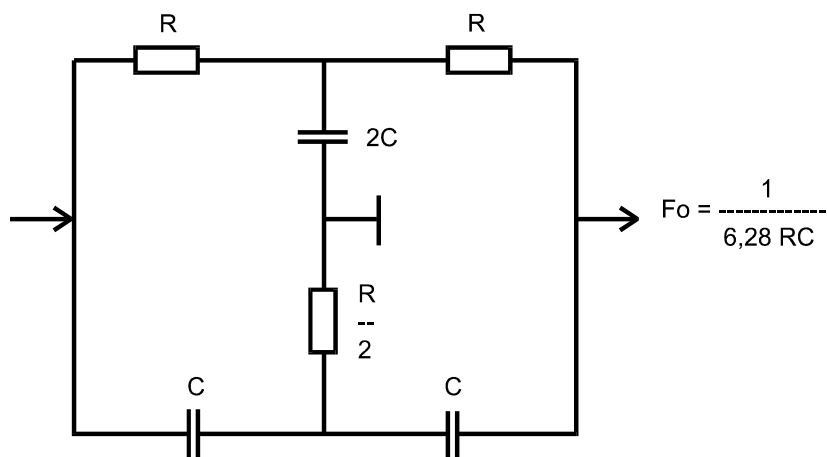

Рисунок 3.3
- в) установить сопротивления резисторов и конденсаторов Т-моста согласно данным таблицы 3.3. Сопротивления плеч моста устанавливаются между контрольными точками, пользуясь мультиметром В7-64, включенным как омметр, емкость - движковыми переключателями S1...S3. Если требуется настроить фильтр на частоту, отсутствующую в таблице 3.3, то требуемые значения сопротивлений плеч моста можно вычислить, используя выражение для вычисления частоты подавления (см. рисунок 3.3);